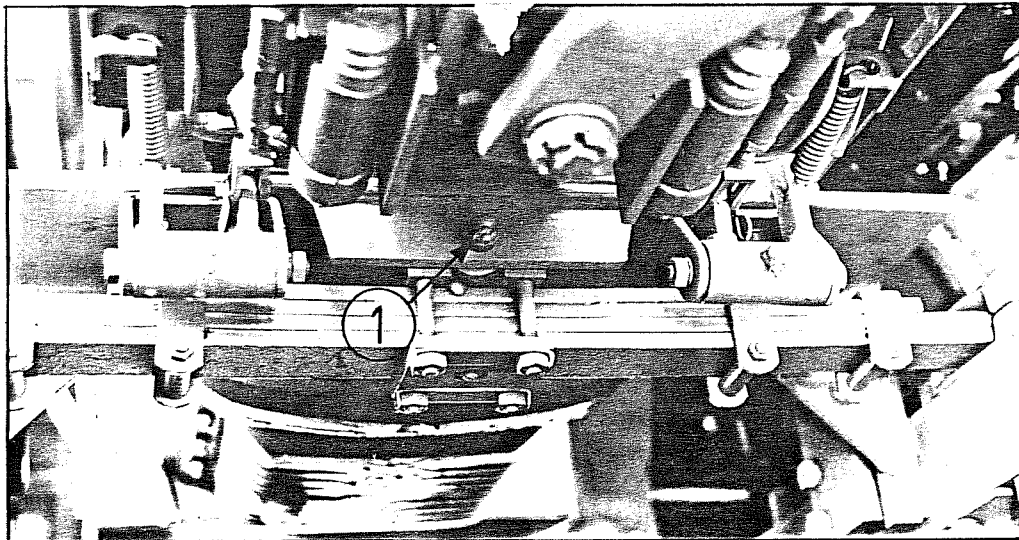

fig.14
8.10 -PERNO OSCILLAZIONE BALESTRA (fig. 14)